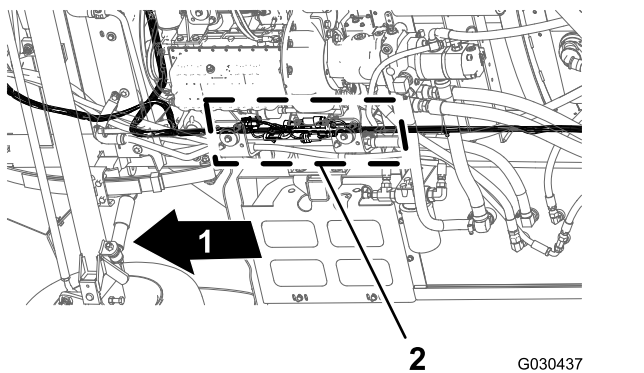

図 113
1. 機体の下の右フレームチューブに沿って配設されている前後のワイヤハーネスの相互コネクタを探し出す 図 113。